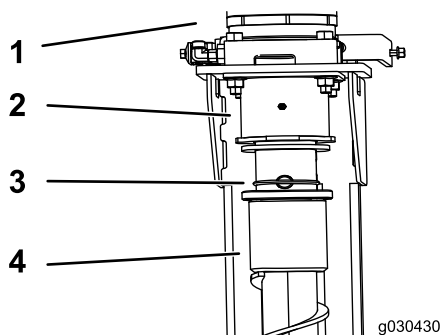

Figura 1
4. Segurando as estacas, remova os anéis O-ring e pinos que fixam as estacas aos motores (Figura 1).
5. Segurando as estacas, remova os pinos e anéis elásticos de fixação das estacas aos motores (Figura 1).